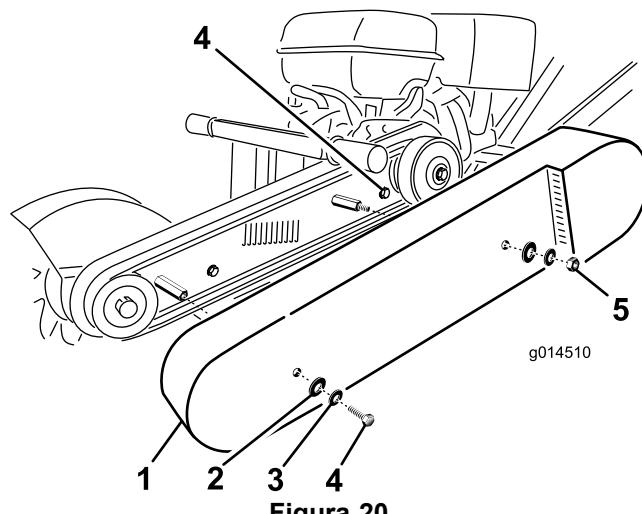

Figura 20
- Retire los tornillos de retención del protector de la correa (Figura 20).